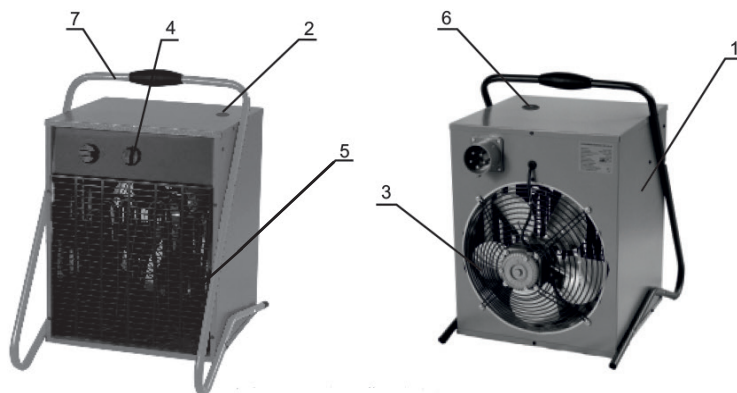

рис. 1
Общий вид тепловентилятора представлен на рис.1
6.2 Несущая конструкция тепловентилятора состоит из корпуса (поз.1 рис.1) и крышки (поз.2 рис.1). Вентилятор (поз.3 рис.1) расположен в задней части устройства. Органы управления вынесены на панель шасси (поз.4 рис.1). Трубчатые нагреватели расположены внутри корпуса между вентилятором и решеткой (поз.5 рис.1), закрывающей их с лицевой стороны тепловентилятора. Тепловентилятор оснащен кнопкой “RESET” (поз.6 рис.1). Тепловентилятор оснащен трубчатым ручкой-кронштейном (поз.7 рис.1), который можно использовать как для переноски, так и для удобного монтажа на стену.